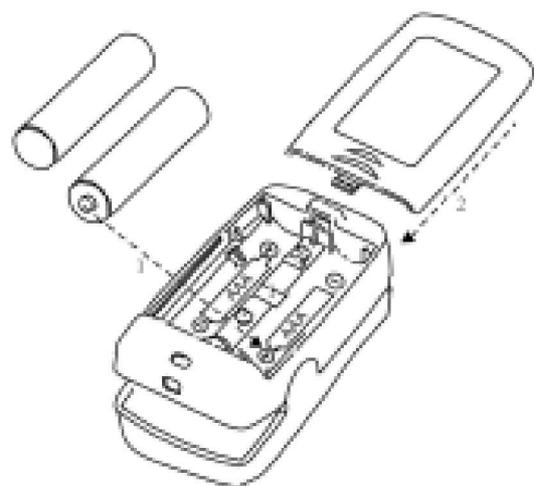

Figure 3 Installation des piles
1. Reportez-vous à la Figure 3, insérez correctement deux piles AAA dans le compartiment à piles en vérifiant la bonne polarité.